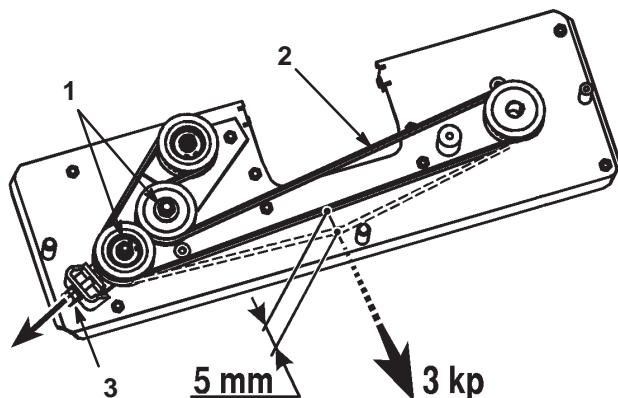

Bild 43
4. Lösen Sie die zwei Sechskantmutter auf der Antriebsscheibe (Bild 43).
5. Stellen Sie die M10-Mutter so ein, dass sich der Riemen 5 mm mit einer Spannung von 3 kp bewegt (Bild 43).